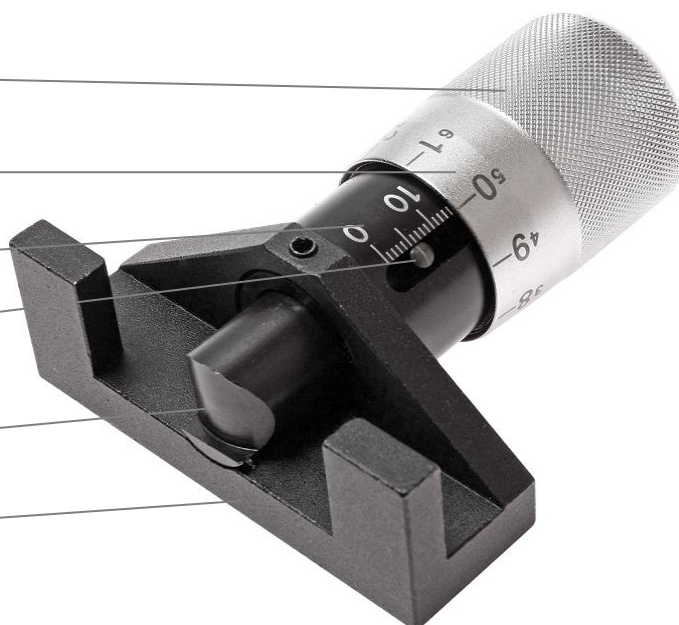

Рис. 1
- Вращая регулятор усилия натяжения (Рис. 1), по срезу регулятора усилия установите нужное значение на основной шкале. Для точности используйте шкалу точной настройки.